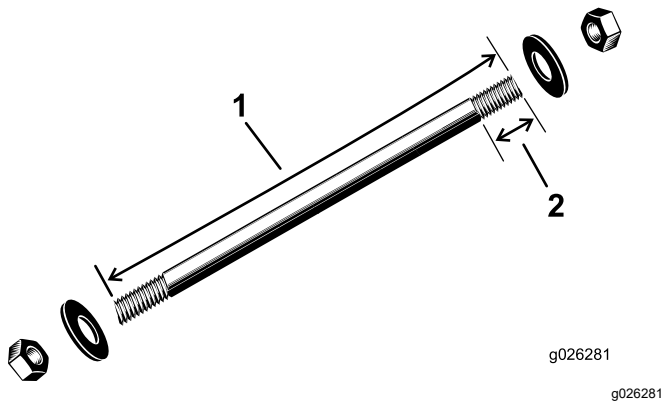
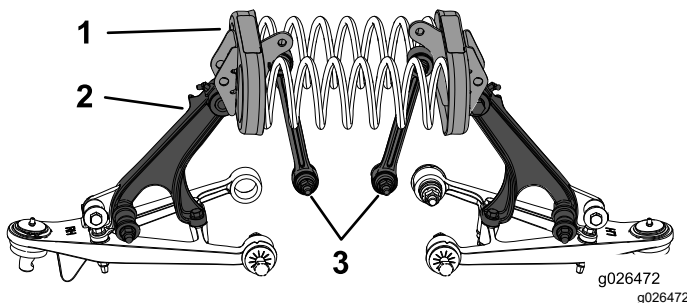

Figure 17
Figure 18
1. Utilisez un outil pour ressort de compression comme spécifié à la Figure 17, et insérez la tige du ressort de compression dans les trous de chaque support de ressort (Figure 18).